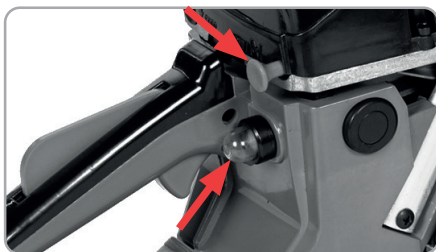

Fig.10
- Treceti maneta soc pe pozitia deschisa daca drujba este rece (Fig.10).